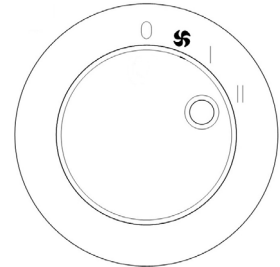

fig. 5
- Zur Aktivierung der Funktion HÖCHSTLEISTUNG drehen Sie den Knopf "B" (Abb. 1) so, dass der Bezug "I" mit dem Symbol "III" auf der Bedienkonsole (Abb. 5) zentriert ist.
- Para activar la función POTENCIA MÁXIMA, gire la manija "B" (fig. 1) de tal forma que la referencia "I" quede alineada con el símbolo "III", presente en el panel de mandos (fig. 5).